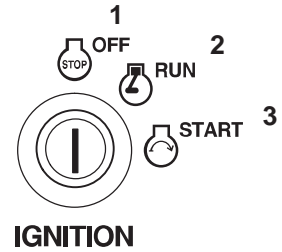

Figure 13
3. Laissez tourner le moteur au ralenti pendant 60 secondes (Fig. 13).
4. Tournez la clé de contact en position contact coupé et enlevez-la (Fig. 13).